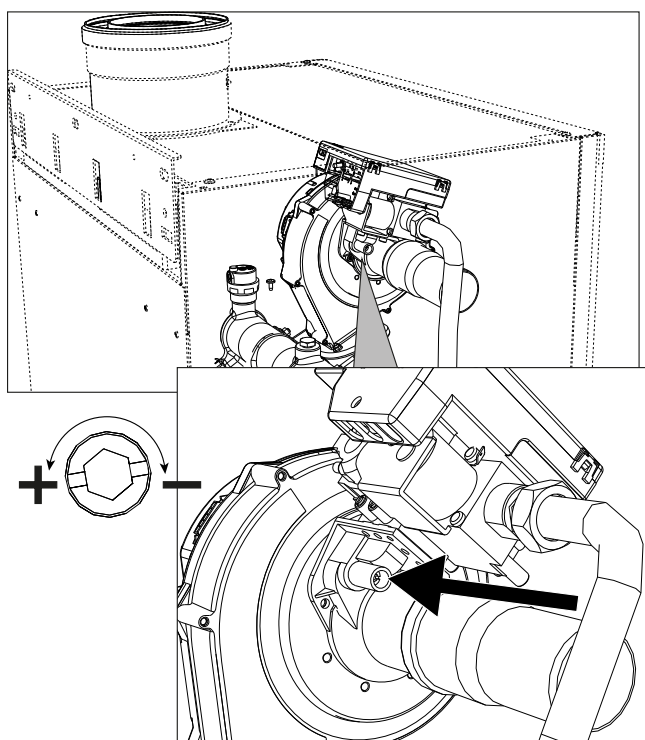
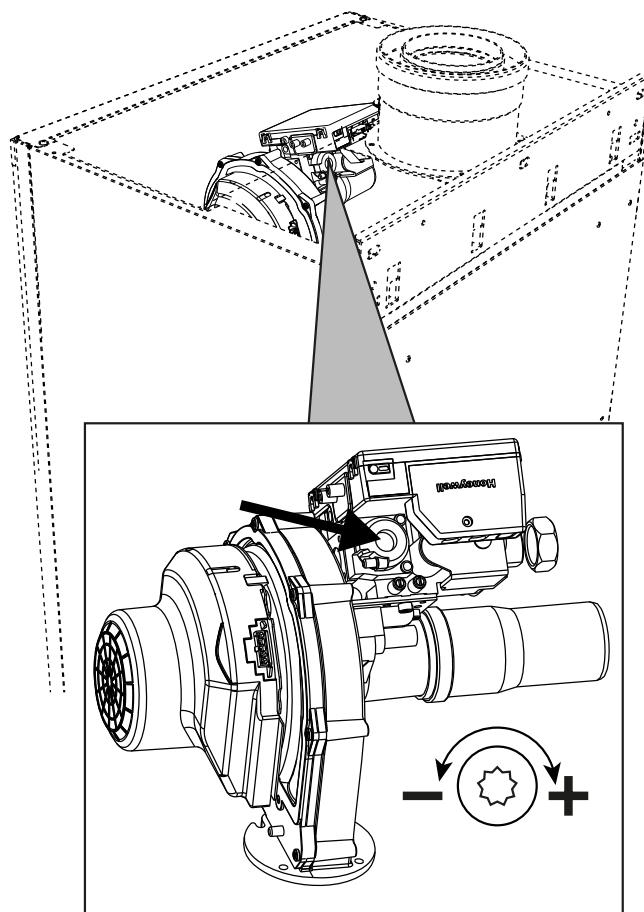
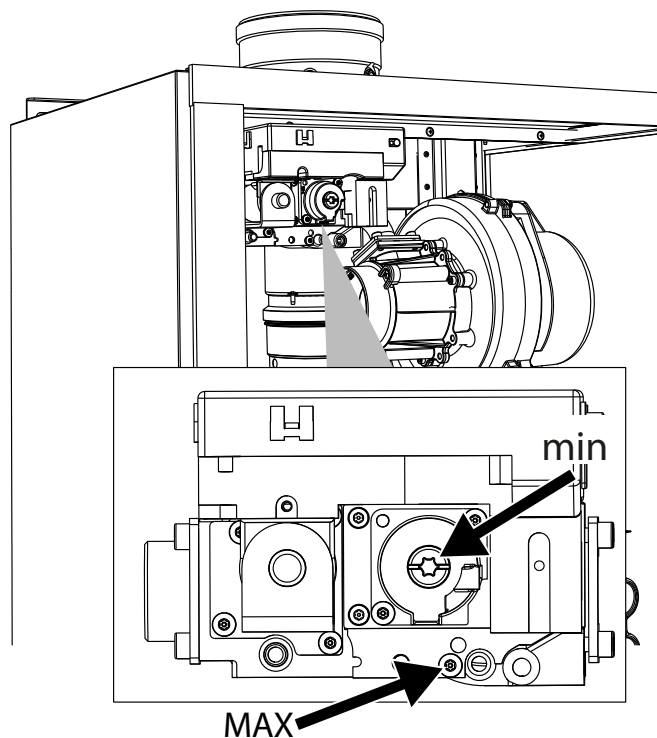

рис. 77- Максимальная регулировка моделей W 60 и W 80
рис. 78- Минимальная регулировка моделей W 60 и W 80
рис. 79- Максимальная и минимальная регулировка моделей W 99, W 120 и W 150
- Если значения отличаются от указанных, отрегулируйте CO₂ с помощью винта регулировки максимального значения до указанных значений CO₂. См. **рис. 77** для моделей **W 60** и **W 80** или **рис. 79** для моделей **W 99**, **W 120** и **W 150**.
- Если значения CO₂ отличаются от указанных, осторожно отрегулируйте винт минимального сдвига «OFFSET», проверяя правильность значения CO₂. См. **рис. 78** для моделей **W 60** и **W 80** или **рис. 79** для моделей **W 99**, **W 120** и **W 150**.